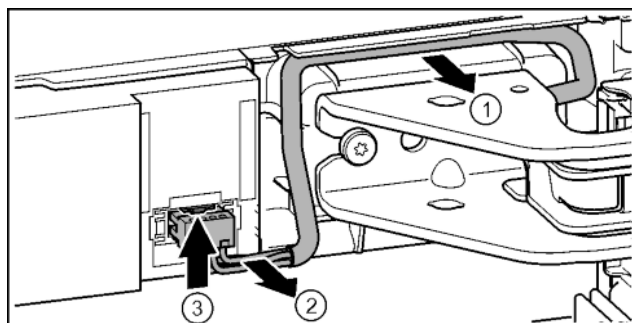

Fig. 21
- ▶ Осторожно освободить кабель над опорным кронштейном из направляющей. Fig. 21 (1)
- ▶ Аккуратно вытянуть жилы кабеля из канала. Fig. 21 (2)
- ▶ Прижать соединительную накладку вверх и осторожно вынуть штекер. Fig. 21 (3)